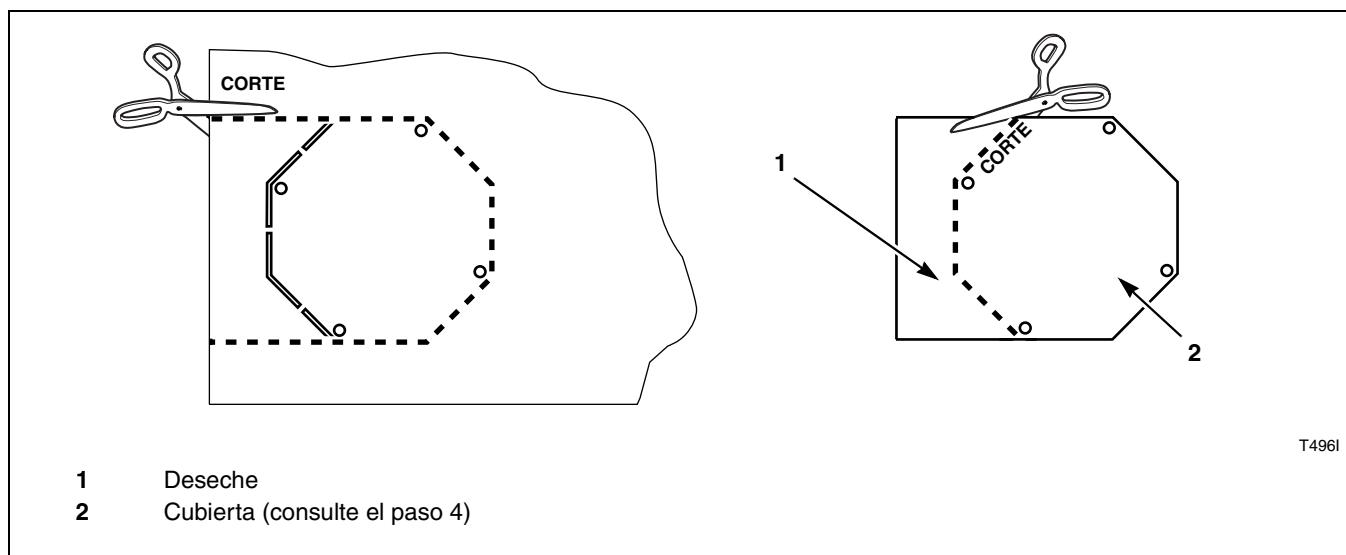

Figura 8
3. Recorte la forma de la cubierta del protector de la correa. Consulte la Figura 8.